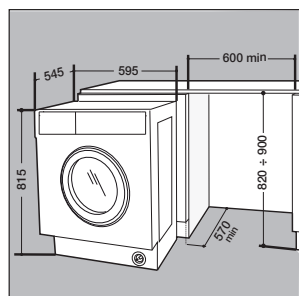

Fig. 6
- Împingeți aparatul în deschidere, aliniindu-l cu celelalte piese de mobilier (*fig. 6*).